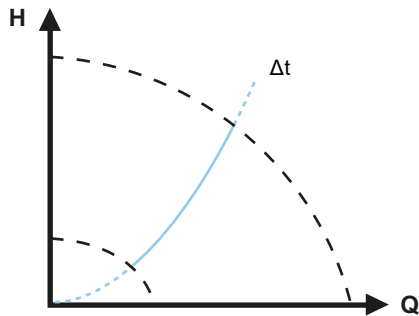

Fig. 33 Température différentielle
- Maintient une température différentielle constante entre le circulateur et le capteur externe, voir figures 33 et 34.